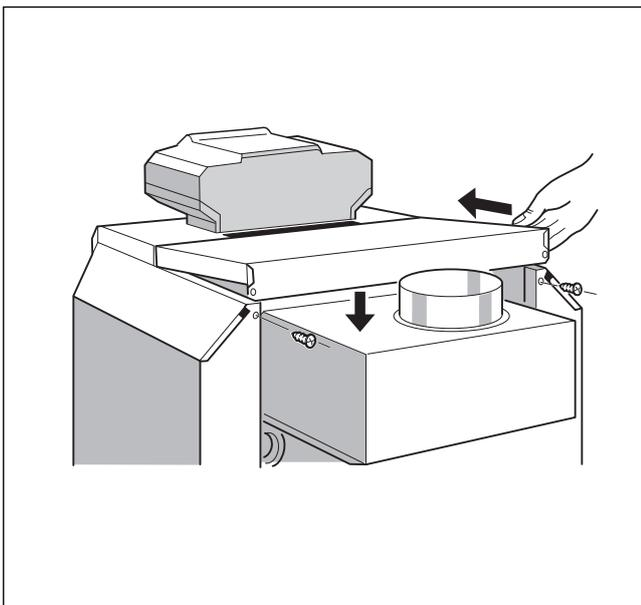

Рис. 19 Установка задней крышки котла
- ▶ Задвинуть заднюю крышку котла с язычками под переднюю крышку и нажать на нее сзади (→ рис. 19).